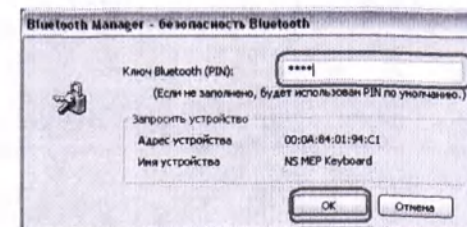

Рис. 10
11. В появившемся окне «Bluetooth Manager — безопасность Bluetooth» введите в поле «Ключ Bluetooth (PIN)» код «0000» (четыре нуля) и нажмите кнопку «ОК» (рис. 10).